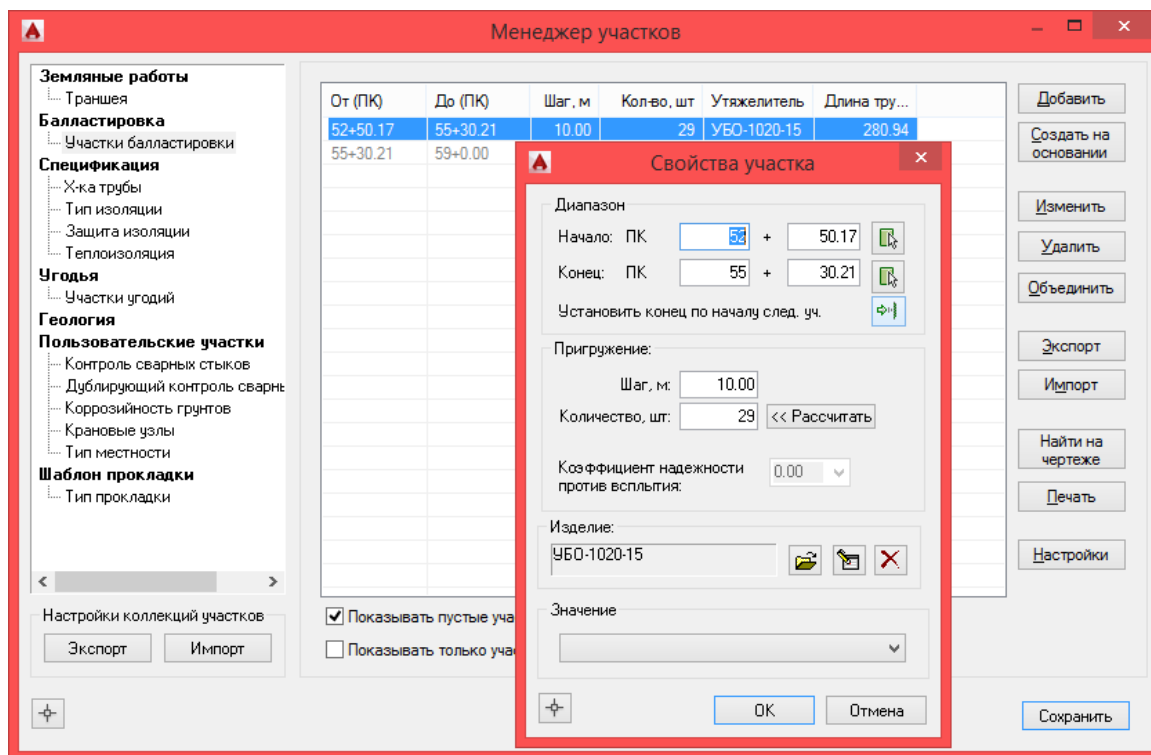

Рис. 88 Балластировка
4. В диалоговом окне *Свойства участка* указать (см. рис. 88):